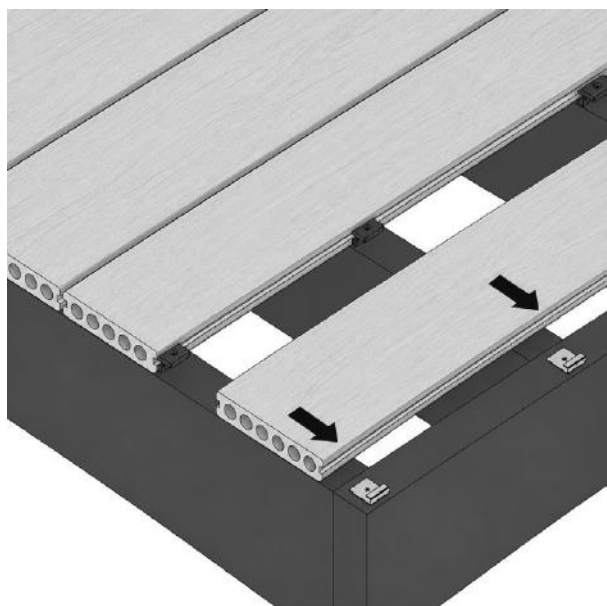

FIG. 8 – MÉTODO DE 6 MM – ÚLTIMA TABLA ENGANCHADA A LOS CLIPS DE INICIO
- Enganche la última tabla de tarima a estos clips de inicio (fig. 8)